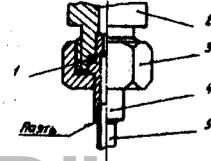

Рис. 1. Подсоединение прибора к трубопроводу
7.4 Для обеспечения надежной герметичности присоединения прибора к трубопроводу производить подтяжку гайки 3 (рис.1), в случае необходимости, заменить прокладку 1.
6.4 Присоединить прибор к трубопроводу следующим образом (рис.1):